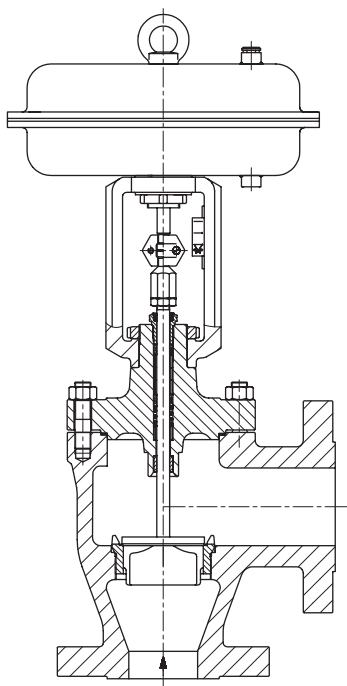
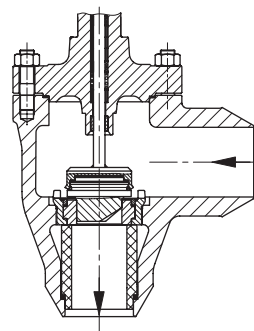

Bild 2: Stellventil Typ 3256-1 mit Antrieb Typ 3271
Bild 5: Ventil Typ 3256 mit Keramik-Stellelement und Keramik-Verschleißrohr
**Hinweis:** Bild 2 bis Bild 5 zeigen Beispielkonfigurationen.